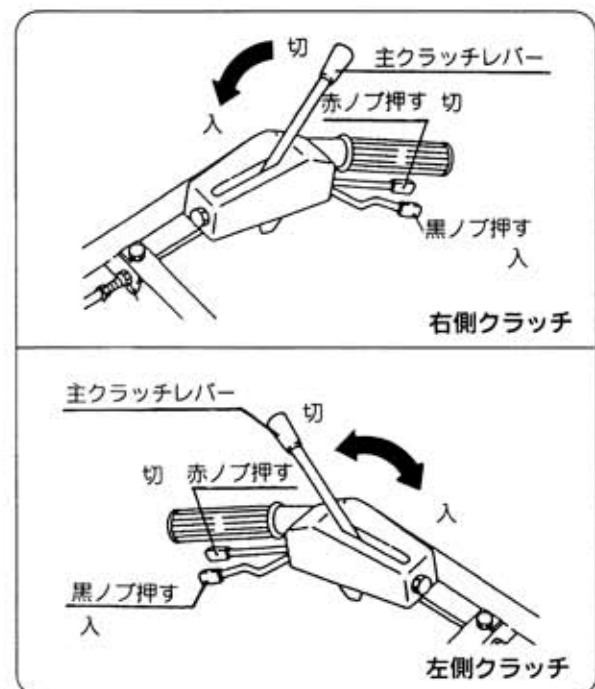

図43
- ③ 本機（ティラー）の主クラッチレバーを「入」位置にします。(図43)